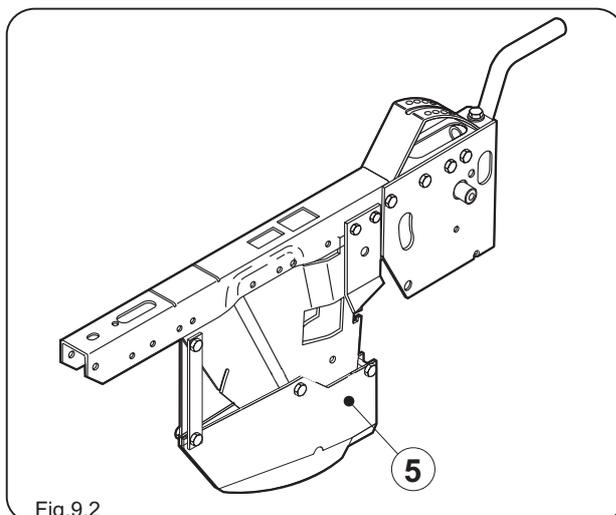

Fig.9.2
- un système de couchage des graines 4 qui peut être à double disque ou à soc 5 (Fig.9.2);